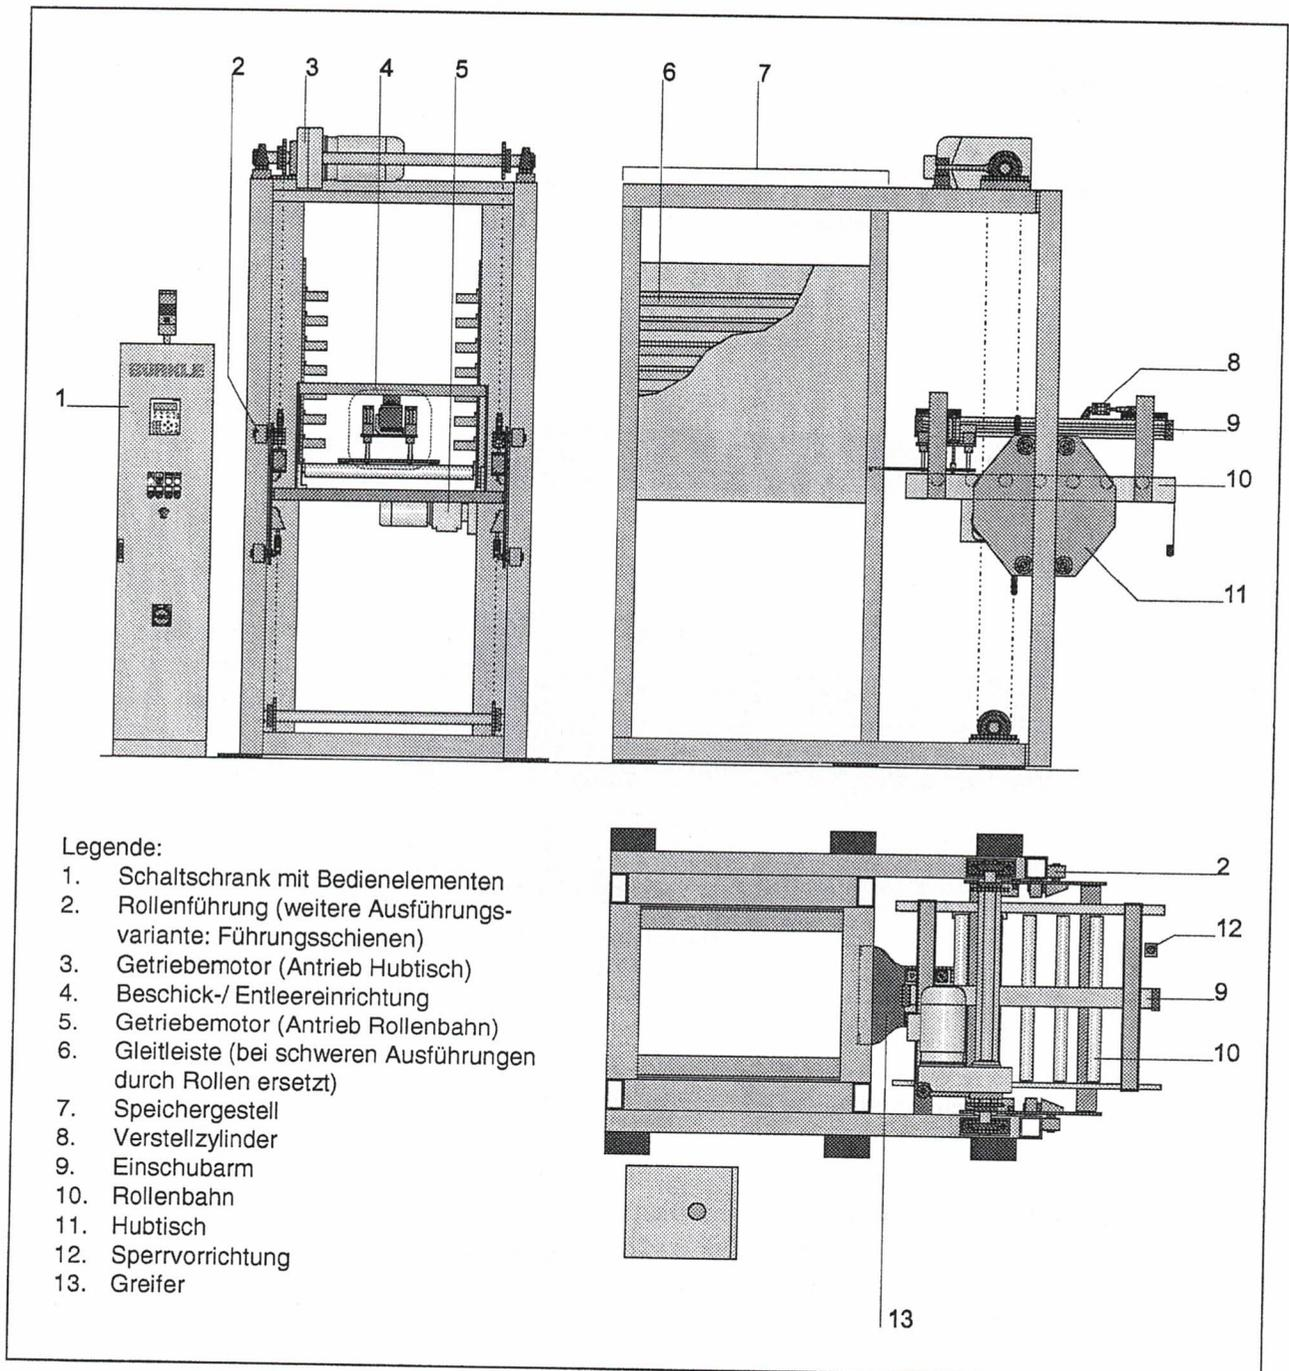

Abbildung 1-2 Aufbau der Maschine
Die Maschine besteht im wesentlichen aus einem Speichergestell (7, Abbildung 1-2) und einem Hubtisch (11) mit Rollenbahn (10).